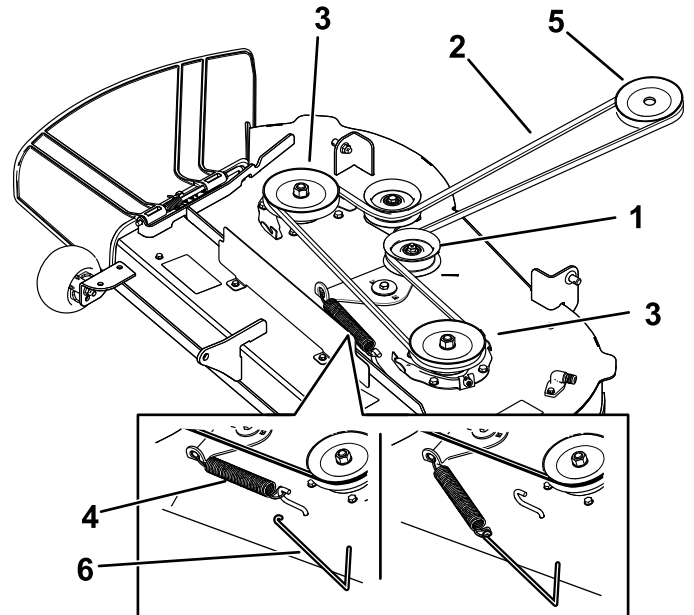
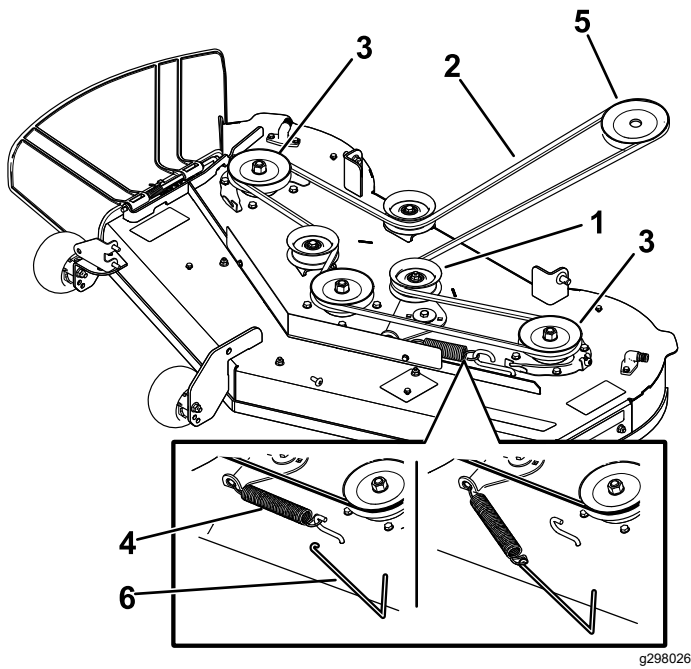

図 57
図 58
7. スプリング取り外し工具Toro P/N 92-5771を用いて、デッキのフックからアイドラスプリングを取り外してスプリングのテンションをなくし、プーリからベルトを取り外す 図 57または 図 58。
8. エンジンプーリとデッキプーリに新しいベルトを掛け回す 図 57または 図 58。
9. スプリング取り外し工具 Toro P/N 92-5771を用いて、デッキのフックにアイドラスプリングを取り付けてスプリングにテンションを掛ける。これによりアイドラプーリとベルトが強く張る 図 58または 図 57。